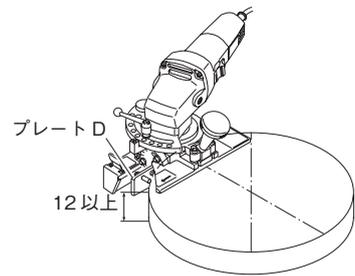

図 15
- ・最小加工可能板厚 12mm (図 15 参照)
(1) 半径が一定の場合 (円形状)